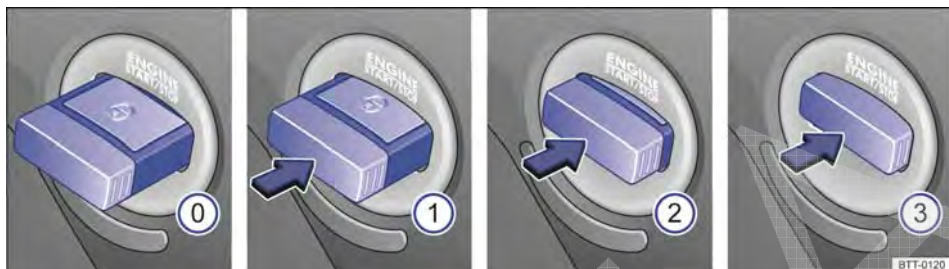

Fig. 112 Posições da chave do veículo no cilindro da ignição.
Posições da chave do veículo → Fig. 112
3.	Vale para: veículos com motor a diesel: para pré-incandescência, girar a chave do veículo no cilindro da ignição para a posição → Fig. 112 ① A luz de controle se acende no instrumento combinado.